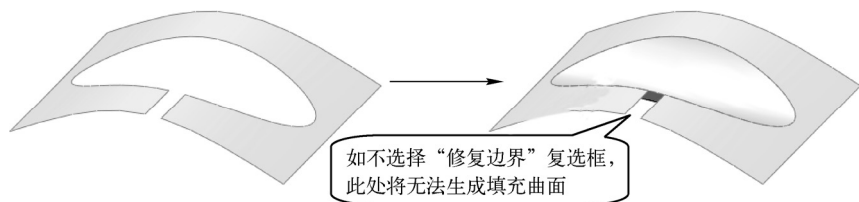

图 5-41 “修复边界”复选框的作用
- “选项”卷展栏中的“修复边界”复选框：选中此复选框后将自动修补边界缺口，从而生成填充曲面，如图 5-41 所示。